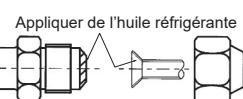

Fig. 7-2
- 3) Appliquez de l'huile réfrigérante sur la surface évasée. (Fig. 7-2)